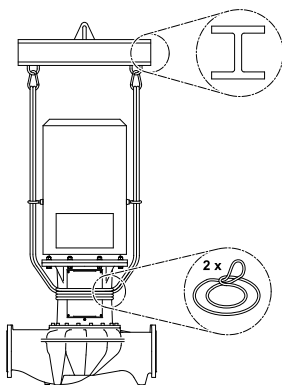

Fig. 32: Krovinio trosų tvirtinimas (Konstrukcija IL)
- Keliant kranu, siurbį reikia kaip parodyta (Fig. 32/33) apjuosti diržu. Siurbį įdėti kilpas, kurios dėl siurblio svorio užsiveržia.